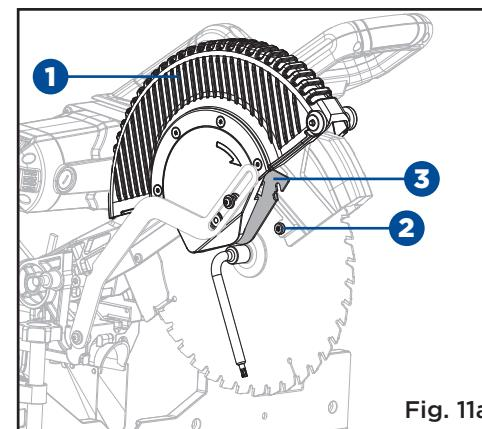

Fig. 11a
RETRAIT ET POSE DE LA LAME (FIG. 11a-11c)
- Faites pivoter la plaque de protection (3) vers le haut et à l'écart. (Fig. 11a)